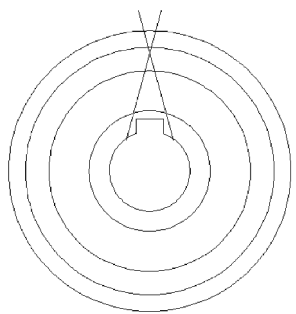

图 13-24 镜像直线
4) 单击【修改】选项板|【移动】按钮 ↻ ，将直线向左移动 0.2，单击【修改】选项板|【镜像】按钮 ↺↻ ，选择旋转后的直线，捕捉圆心和大圆上端的象限点为镜像线，在命令行输入“N”，选择不删除源对象，镜像后的效果如图 13-24 所示。